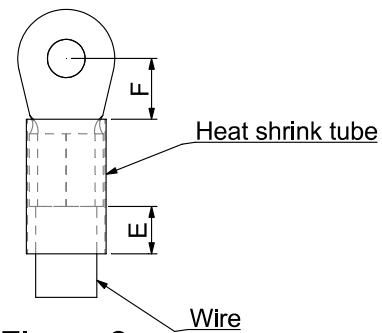

Figure 2.
- 在把电线压接至符合 UL 认证的环状端子后，才能在电线套上也是符合 UL 和 CSA 认证的绝缘热缩套管（可耐至少 600VAC，YUPU2），绝缘热缩套管的规格请见 Figure 2.。